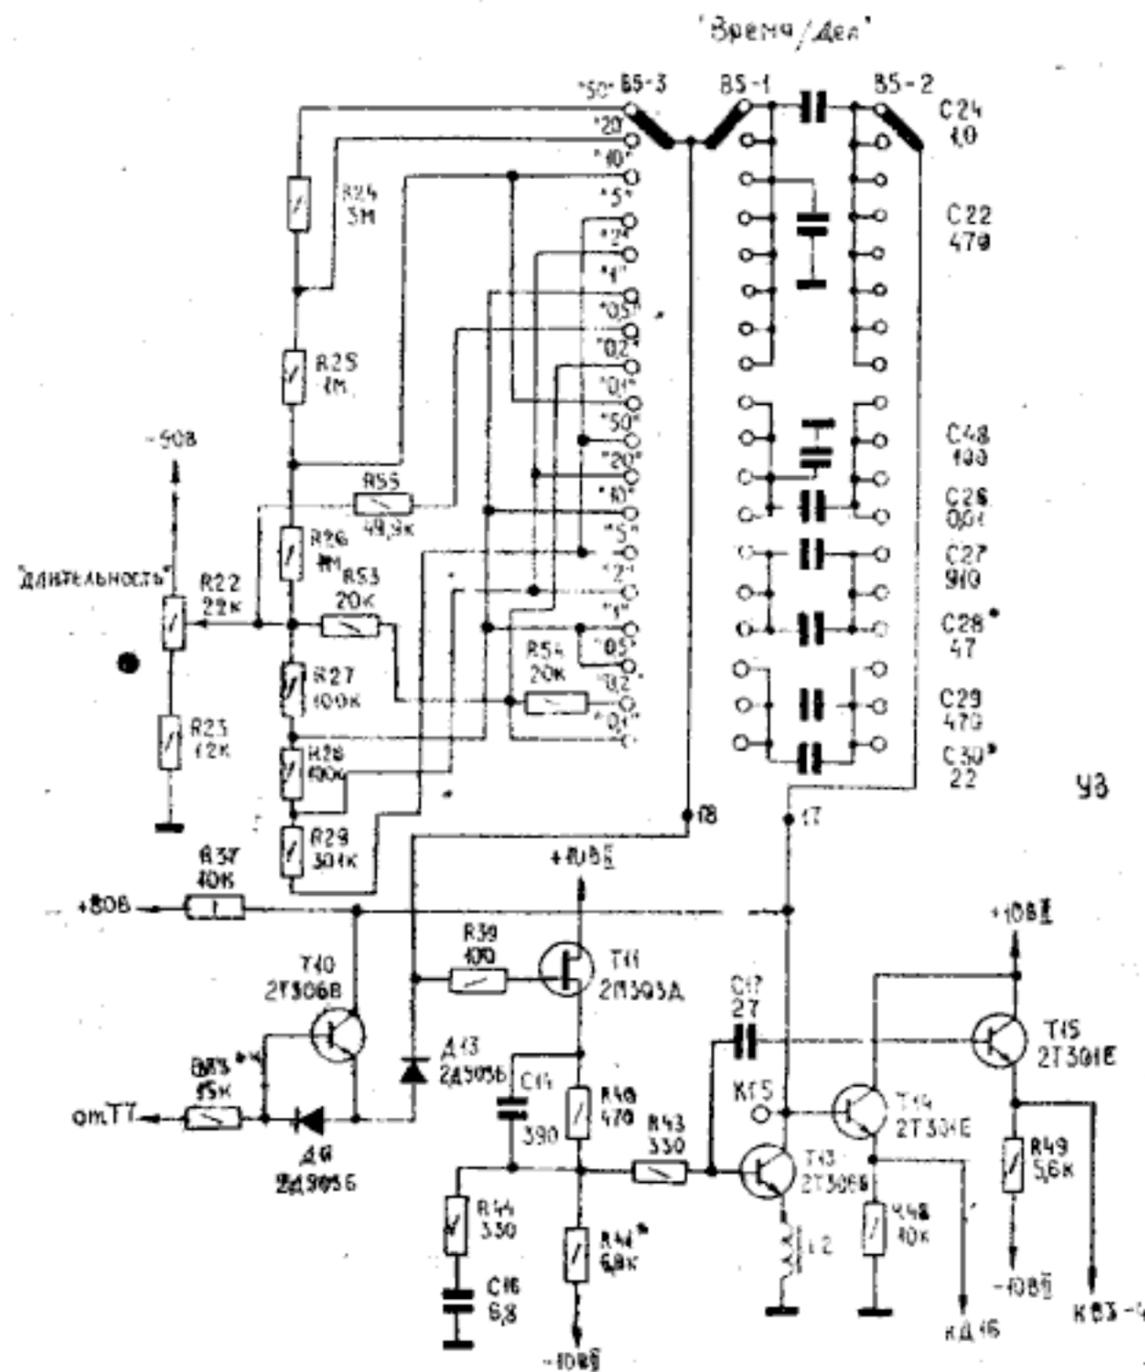

Рис. 8. Схема генератора развертки.
5.2.9. Генератор пилообразного напряжения (рис. 8) выполнен по схеме с емкостной отрицательной обратной связью (интегратор Миллера). В исходном состоянии ключ на транзисторе Т10 открыт. Напряжение на эмиттере Т10 больше, чем на затворе Т11 и диод Д13 открыт. Следовательно, времязадающий конденсатор оказывается зашунтированным открытым транзистором Т10 и диодом Д13. С приходом на базу ключа Т10 отрицательного управляющего импульса ключевой транзистор закрывается, потенциал его эмиттера понижается, а диод Д13 запирается.